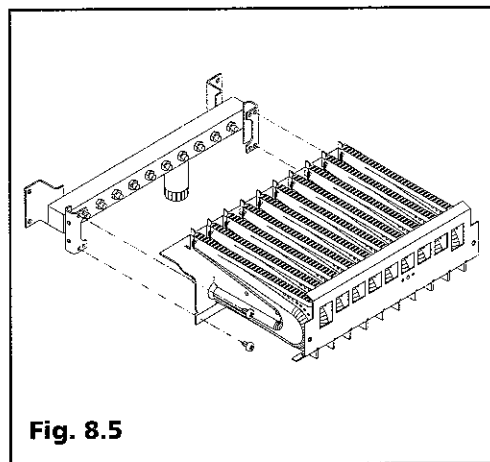

Fig. 8.5
8.5 Ugelli del bruciatore (Fig. 8.5)
Smontare il bruciatore come indicato in precedenza. Estrarre il bruciatore per accedere alla rampa gas ed agli ugelli (fig. 8.5).